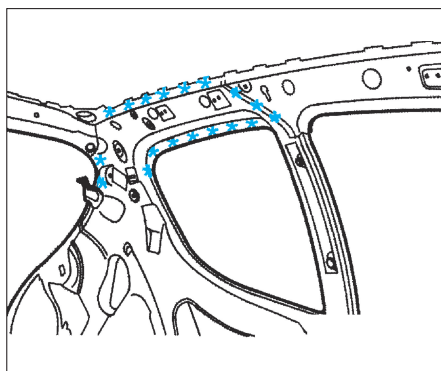
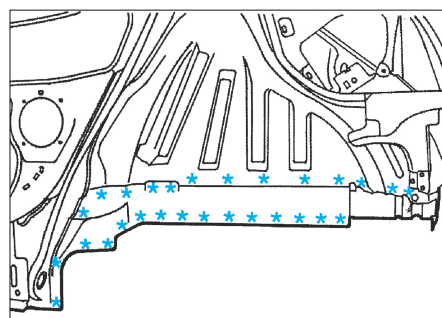

FIG. 126
FIG. 129
- Découper par fraisage des points (Fig.126), (Fig.127), (Fig.128) et (Fig.129).